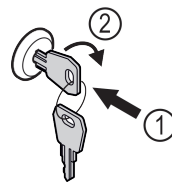

Fig. 166
- ▶ Πιέστε μέσα το κλειδί. Fig. 166 (1)
- ▶ Περιστρέψτε το κλειδί 90° δεξιόστροφα. Fig. 166 (2)